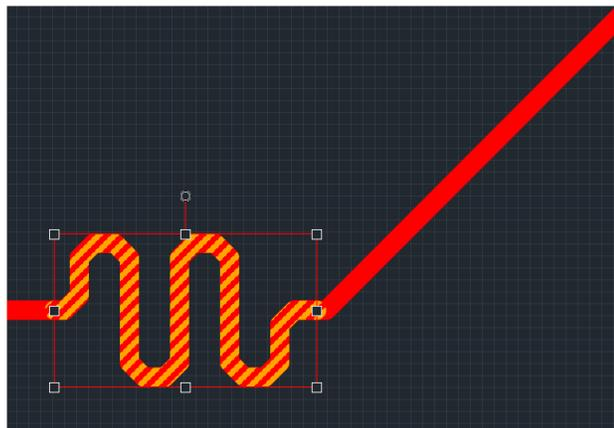

Рис. 274 Выделенный меандр на проводнике
1. Выделите меандр, см. Рис. 274.